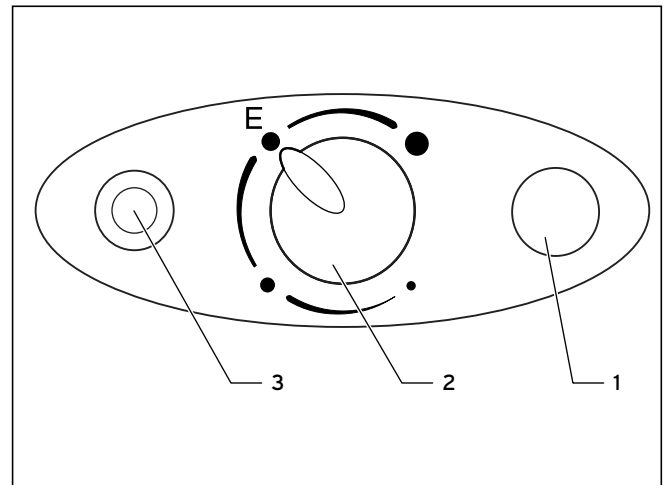

Abb. 4.2 Bedienungsblende
In Netzen mit Niedertarifen (Schwachlasttarifen) kann der VEH exclusiv/pro in Zweikreis-schaltung angeschlossen werden. In Niedertarifzeiten wird dann die Grundlast vom Elektrizitätsversorger eingeschaltet. Der Temperaturregler schaltet die Heizleistung während dieser Zeit selbstständig ein und aus. Bei Bedarf wird durch Betätigen der Taste (3, Abb. 4.2) die „Schnellaufheizung“ des VEH exclusiv/pro aktiviert. Mit Erreichen der gewählten Wassertemperatur schaltet die Schnellheizung aus und nicht wieder ein. Der Betrieb des VEH exclusiv/pro wird während der Schnellaufheizung mit der gelben Signallampe angezeigt.
Der VEH exclusiv/pro heizt den Wasserinhalt nach Betätigung der Taste (3, Abb. 4.2) einmalig auf. Die gelbe Signallampe leuchtet während dieser Zeit. Jeder Aufheizevorgang muss durch Drücken der Taste (3) separat eingeschaltet werden.